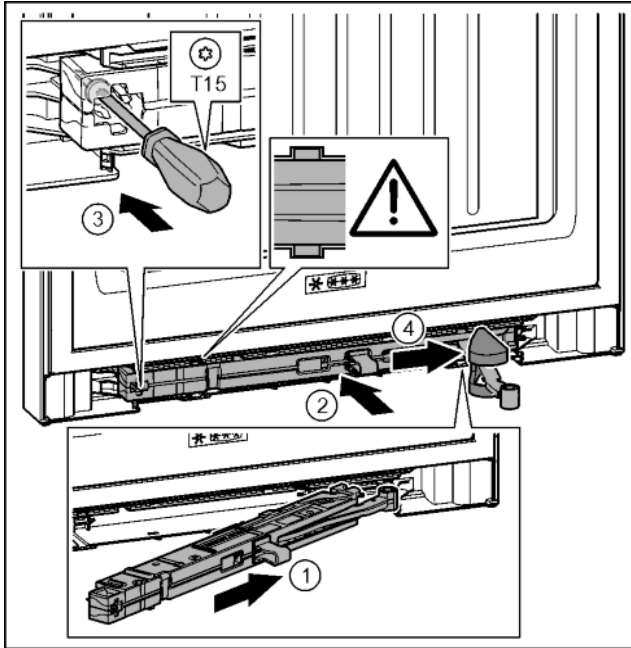

Fig. 40
- ▶ Schließdämpfereinheit auf der Lagerbockseite bis zum Anschlag schräg in die Aussparung einschieben. Fig. 40 (1)
- ▶ Schließdämpfereinheit vollständig in Aussparung schieben. Fig. 40 (2)
- ▶ Schraube mit einem Schraubendreher T15 festschrauben. Fig. 40 (3)
- ▶ Abdeckung über Gelenk schieben. Fig. 40 (4)